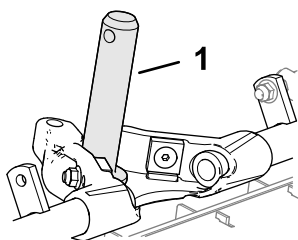

Рисунок 25
2. Нанесите чистую консистентную смазку на ось несущей рамы (Рисунок 25).